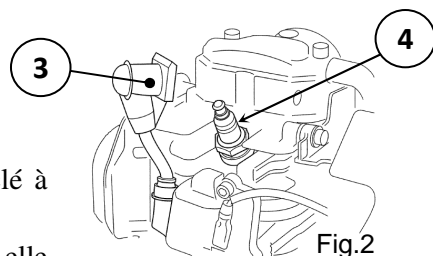
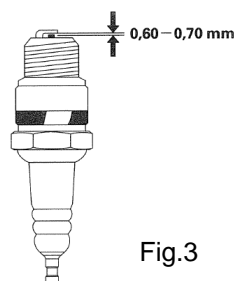

Fig.2
Fig.3
- ① Déconnecter le capuchon de bougie Rep.③ et nettoyer toute saleté autour de la bougie Rep.④ (voir Fig.2).
- ② Déposer la bougie Rep.④ avec une clé à bougie 5/8 pouce.
- ③ Contrôler la bougie. La remplacer si elle est endommagée ou très encrassée, si sa rondelle d'étanchéité est en mauvais état ou si son électrode est usée.
- ④ Mesurer l'écartement des électrodes (voir Fig.3). Si nécessaire le corriger en pliant l'électrode latérale. L'écartement des électrodes doit être de 0,6 / 0,7mm.
- ① Visser la bougie.
- ② Emboîter fermement le capuchon de bougie (voir Fig.2).